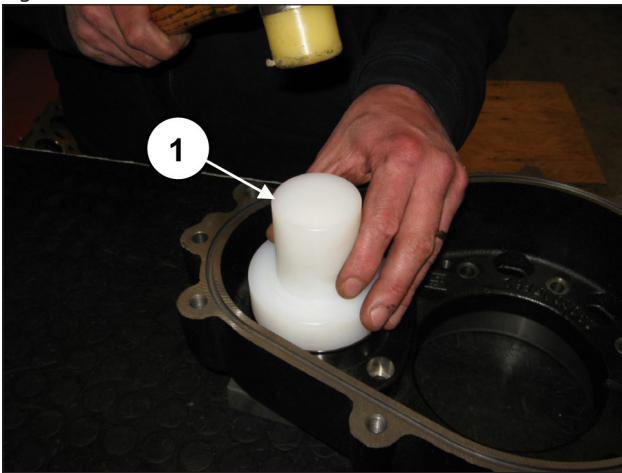
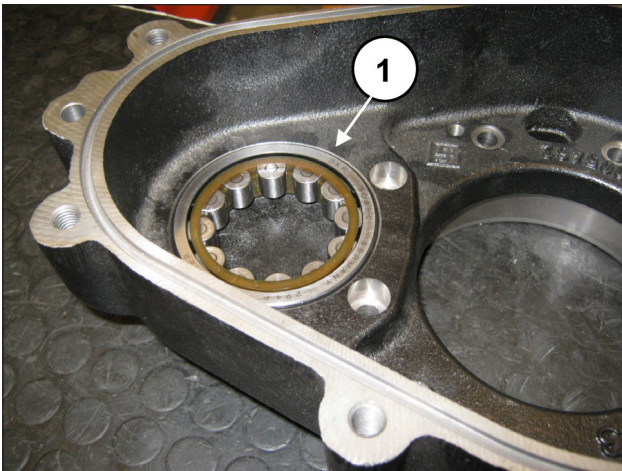

Fig. 51
Fig. 52
Na caixa do redutor, pré-monte o anel externo do rolamento do pinhão, usando a ferramenta cód. 27604900 (pos. ①, Fig. 51), até a sua inserção completa na passagem (pos. ②, Fig. 52).